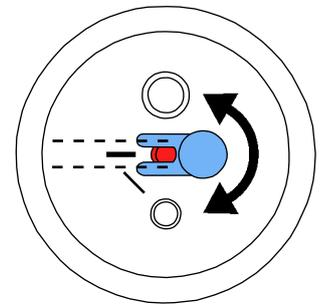

Fig. 13
- No caso de reservatórios de jateamento de 25 - 70 µm, o bocal doseador tem que ser alinhado (Fig. 13)!